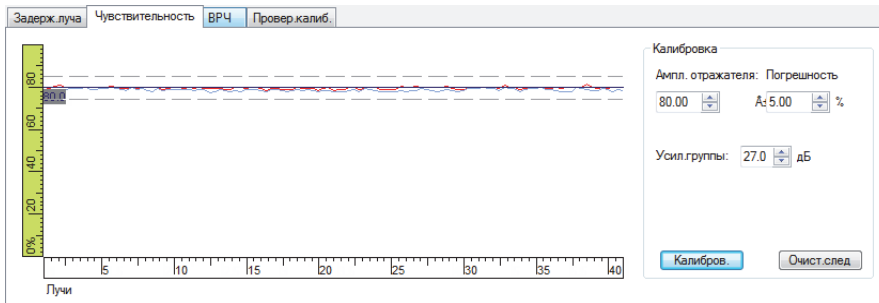

Рис. 4-23 Кривые для калибровки чувствительности
8. Выполните новое сканирование над опорным отражателем калибровочного образца для подтверждения калибровки (красная линия должна находиться в пределах допусков, см. Рис. 4-23 на стр. 126).